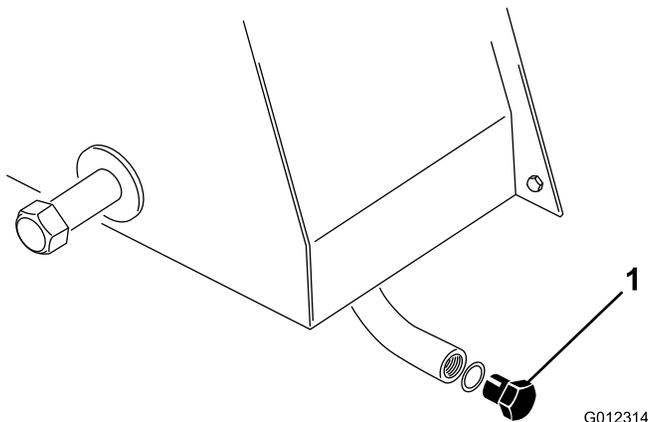

Figura 42
1. Abra el tapón de vaciado (Figura 42) media vuelta y deje fluir el aceite al recipiente hasta que no se observe la presencia de agua en el aceite hidráulico.
1. Retire el tapón de vaciado del depósito (Figura 42) y deje fluir el aceite hidráulico a un recipiente apropiado. Apriete el tapón cuando el aceite hidráulico se haya drenado.